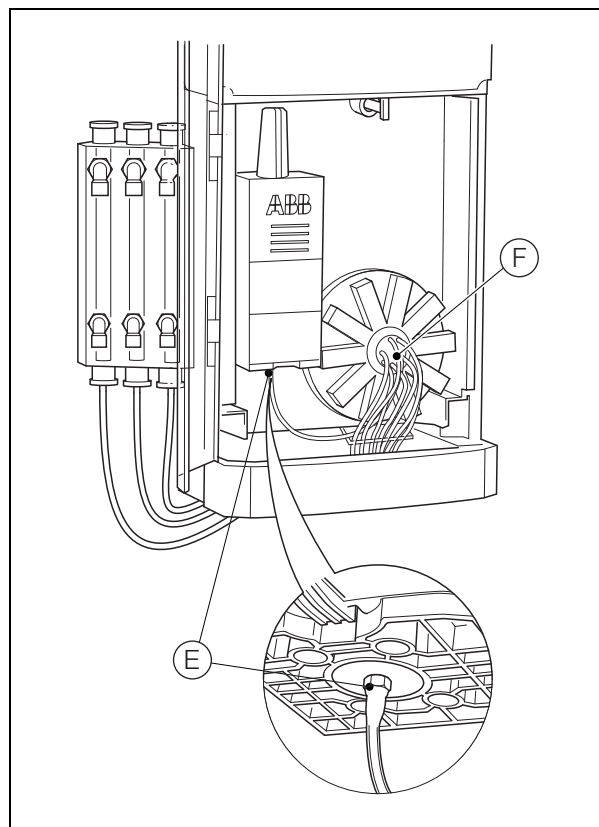

Fig. 13.6 Substituir o tubo de interligação
3. Tendo por referência a Fig. 13.6:
- Desligue o tubo de interligação (registado na Secção 13.3.4, passo 4a) do conector (E) na base do conjunto da célula de medição e elimine.
- Encaixe o novo tubo de interligação à ligação central do coletor da válvula (F).
2. Tendo por referência a Fig. 13.6, ligue o novo tubo de interligação ao conector (C) na base do conjunto da célula de medição.